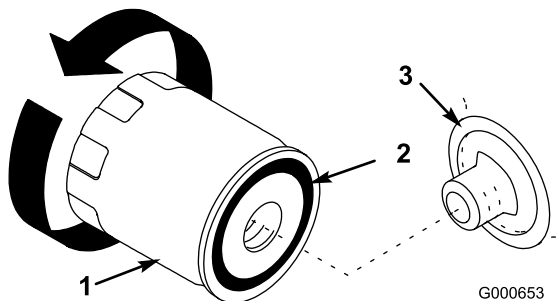

Figura 23
7. Retire el filtro usado y limpie con un paño la superficie de la junta del adaptador del filtro (Figura 23).
10. Aplique una capa fina de aceite nuevo a la junta de goma del filtro nuevo (Figura 23).
11. Instale el filtro de aceite nuevo en el adaptador del filtro. Gire el filtro en el sentido de las agujas del reloj hasta que la junta de goma entre en contacto con el adaptador del filtro, luego apriete el filtro media vuelta más (Figura 23).